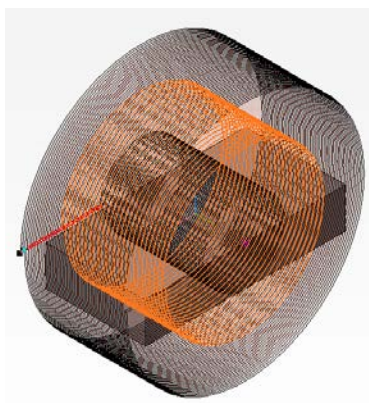

Рис. 11.
10.5. На панели **Элементы тела** нажмите кнопку  **Вырезать по траектории**. На панели **Параметров** установите **Движение сечения** **Ортогонально траектории**. Направьте курсор на цилиндрическую спираль и, когда он примет вид , щелкните мышью. Убедитесь, что в **Сечении** выбран **Эскиз 3** (построенный прямоугольник) (рис. 11). Нажмите кнопку **Создать объект**.